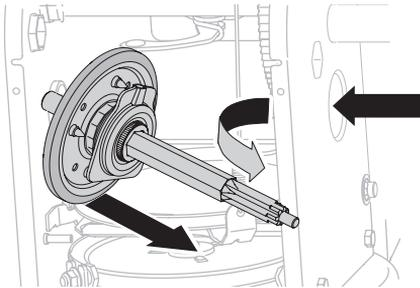

Figura 88
6. Con cuidado, ubique el eje hexagonal hacia abajo y hacia la izquierda antes de deslizar con precaución el conjunto de la rueda de fricción fuera del eje (Figura 88).